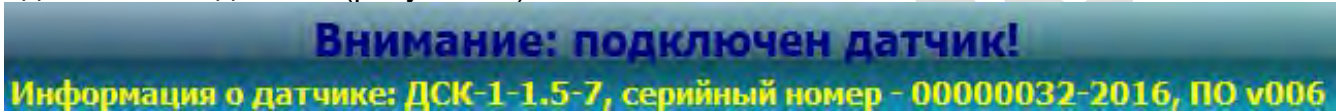

Рисунок 20 – Предупреждение о подключении датчика и информация о нем
3.6.2 Ожидать окончания синхронизации. Об окончании синхронизации свидетельствует появление надписи «Внимание: подключен датчик!» и информации о подключенном датчике (рисунок 20).